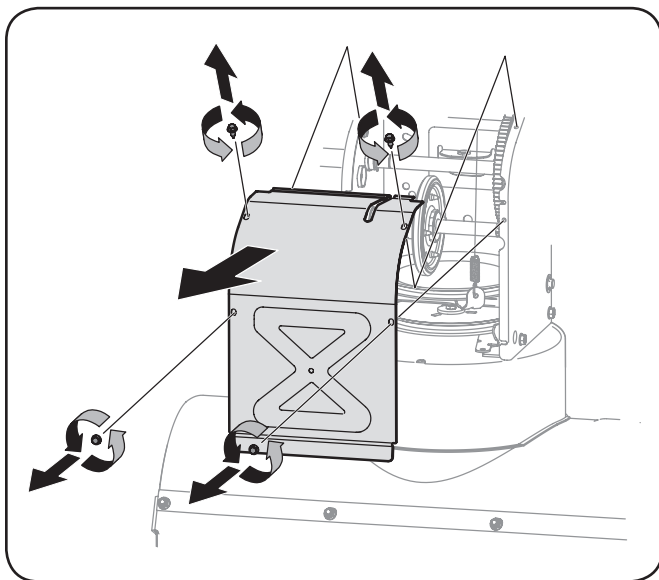

Figura 6-3
3. Saque la cubierta del marco desde debajo de la máquina quitanieve retirando los cuatro tornillos autorroscantes que la aseguran. Vea la Figura 6-3.